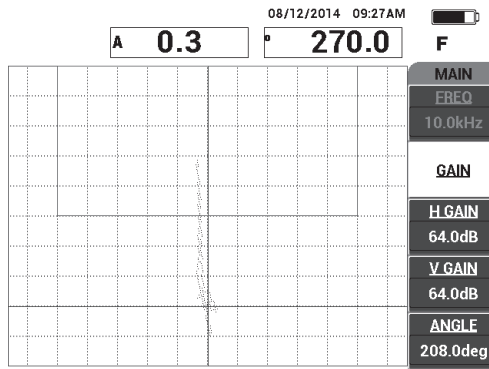

Figura 6-26 L'ampiezza del segnale regolato per inserire la finestra di allarme
5. Premere il tasto **GAIN (dB)** ed in seguito regolare l'ampiezza del segnale in modo che il segnale della perdita di adesione entri nella finestra di allarme e si estenda approssimativamente su 5 frazioni partendo dalla posizione zero (reticolo) [vedere Figura 6-26 a pagina 155].